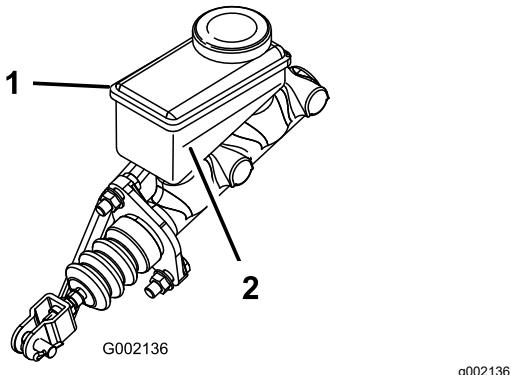

Bild 49
2. Lesen Sie den Flüssigkeitsstand am Stutzen an der Seite des Behälters ab (Bild 49).
- B. Füllen Sie DOT 3-Bremsflüssigkeit in den Behälter, bis der Füllstand über der Minimum-Markierung liegt (Bild 49).